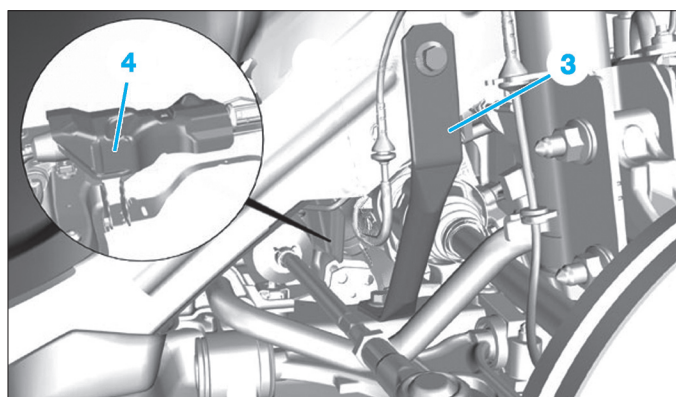

Fig. 15
- le tirant de berceau droit (3) (Fig.15).
- l'écran thermique (4) du mécanisme de direction.